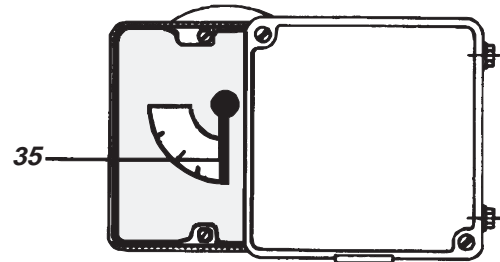

Abb.20: Anbringen des Zeigers **35** und des Sichtfensters
- m) Sichtfenster anschrauben (siehe Abb. 20).